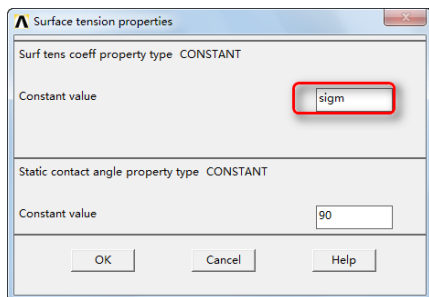

图 7-99 “Surface tension Properties” 对话框
⑤单击“OK”按钮会弹出“Surface tension Properties”对话框，如图 7-99 所示，在“Surf tens coeff property type CONSTANT Constant value”输入框输入 σ_{gm} ，单击“OK”按钮关闭该对话框。